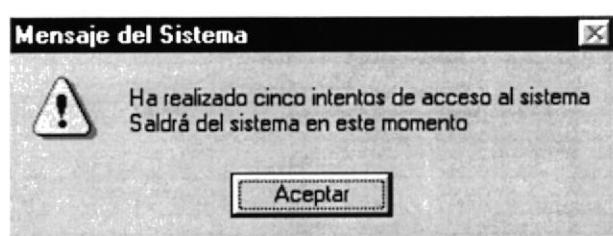

Figura 4.9 Mensaje de Advertencia
14. Si se realizan cinco intentos al ingresar la clave, y esta no es correcta el sistema emitirá el siguiente mensaje (ver figura 4.9)